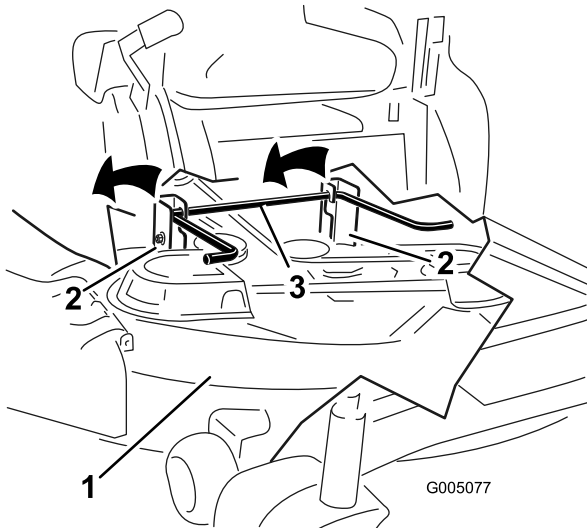

Figure 59
5. Soulevez et déposez le tablier de coupe et les supports de la tige de levage arrière et abaissez le tablier au sol avec précaution (Figure 59).
- Soulevez l'arrière du tablier de coupe et guidez les supports sur la tige de levage arrière (Figure 59).